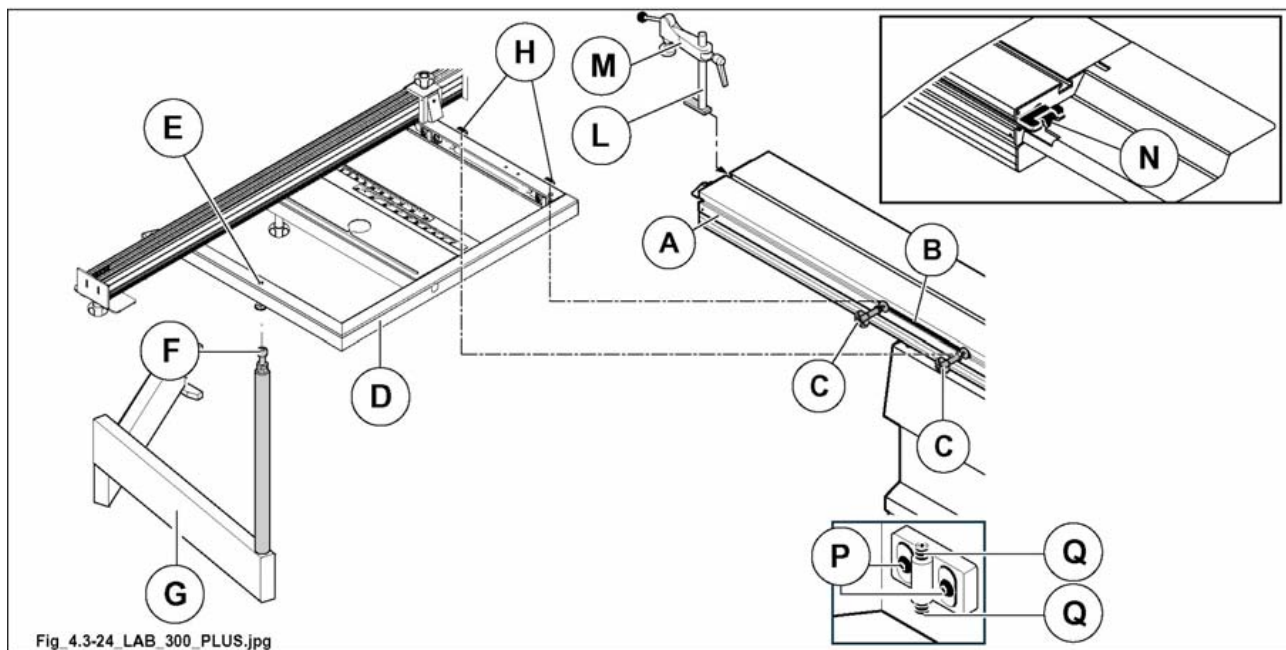

Fig. 4.3-24
- 4) Dra åt handvreden (C fig. 4.3-24).
- 5) För in stödet (L fig. 4.3-24) med pressen (M fig. 4.3-24) i vagnens (A fig. 4.3-24) spår och vrid medurs för att blockera det.
När man inte använder vagnen (A fig. 4.3-24) ska den blockeras med hjälp av handtaget (N fig. 4.3-24).
- lossa handvreden (C fig. 4.3.24);
- lossa skruvarna (P fig. 4.3.24) och skruva på stiften (Q fig. 4.3.24) för att justera positionen i höjdlid.